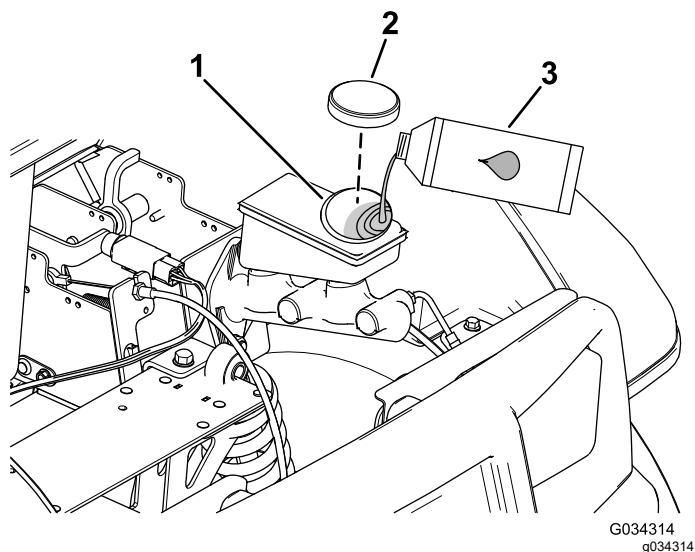

Рисунок 54
2. Поднимите капот, чтобы получить доступ к главному тормозному цилиндру и бачку (Рисунок 54).
- А. Очистите область вокруг крышки бачка и снимите крышку (Рисунок 54).
- С. Установите на место крышку бака (Рисунок 54).